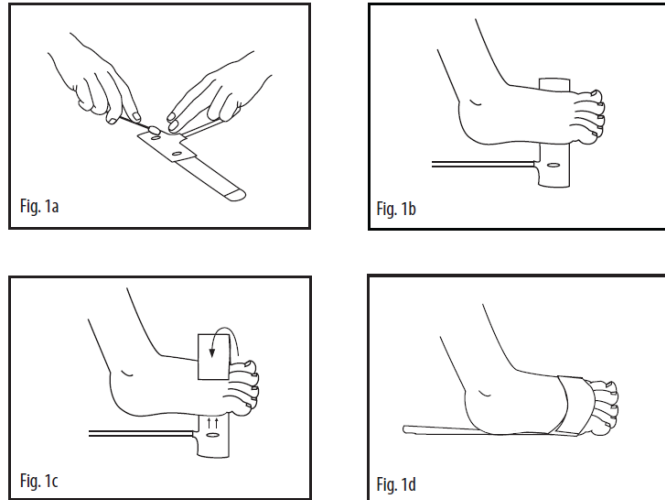

Abb. 25 LNCS-Sensorpositionierung für Früh- und Neugeborene
- 2 Siehe Fig. 1a in Abb. 25: Bei zarter Haut kann die Klebrigkeit des medizinischen Klebers durch Abreiben mit einem Wattestäbchen oder mit Gaze verringert oder beseitigt werden.
- 3 Siehe Fig. 1b in Abb. 25: Verlegen Sie das Sensorkabel so, dass es entweder vom Patienten weg zeigt oder an der Fußunterseite verläuft. Bringen Sie den Empfänger am fleischigen Bereich der lateralen Seite der Fußsohle an und richten Sie den Empfänger an der vierten Zehe aus: Alternativ kann der Empfänger auch an der Fußoberseite angebracht werden (nicht gezeigt). Um korrekte Daten zu erzielen, muss das Empfängerfenster vollständig abgedeckt sein.
- 4 Siehe Fig. 1c in Abb. 25: Wickeln Sie den selbstklebenden Schaumstoffbefestigungstreifen um den Fuß. Achten Sie dabei darauf, dass das Senderfenster (roter Stern) direkt über dem Empfänger zu liegen kommt. Achten Sie beim Anbringen des selbstklebenden Schaumstoffstreifens zur Befestigung des Sensors darauf, dass der Empfänger korrekt ausgerichtet bleibt.
- 5 Siehe Fig. 1d in Abb. 25: Prüfen Sie die richtige Positionierung und korrigieren Sie falls erforderlich.